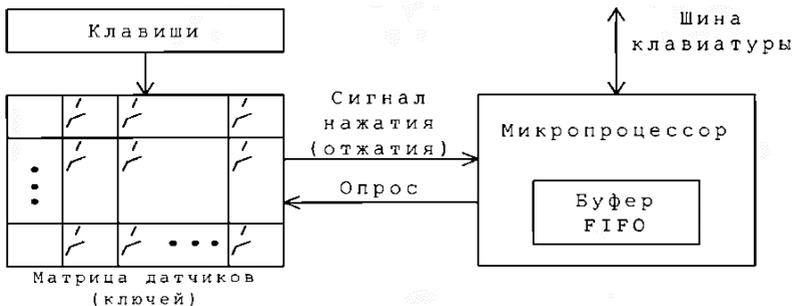

Рис. 28. Упрощенная схема клавиатуры
**Клавиатура** - устройство ручного ввода кодов номеров нажатых клавиш (скэн-кодов), содержащее матрицу (поле) датчиков клавиш и микропроцессор с буферной памятью (см. рис. 28).